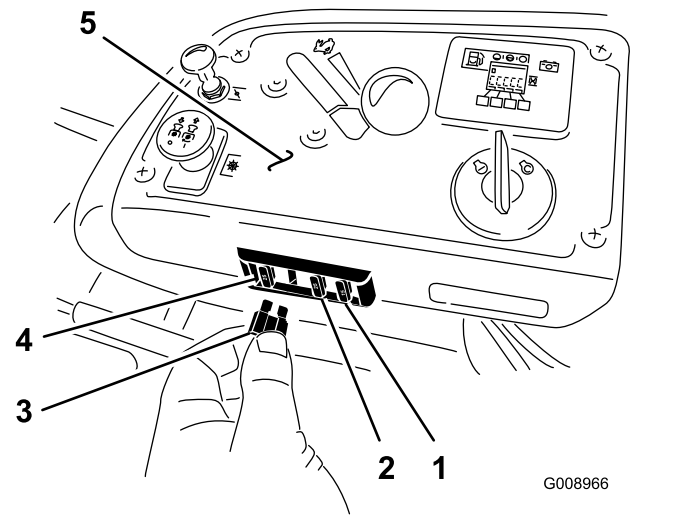

Bild 66
1. Die Sicherungen befinden sich an der Konsole rechts vom Sitz (Bild 66).
3. Setzen Sie eine neue Sicherung ein (Bild 66).